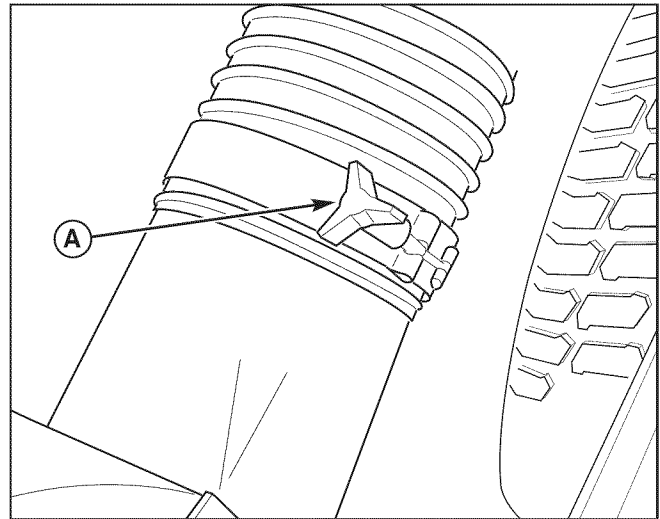

Figura 60. Remoción de la manguera
4. Afloje la abrazadera inferior que sujeta la manguera a la conexión de salida del soplador y quite la manguera del soplador. Vea la Figura 60..